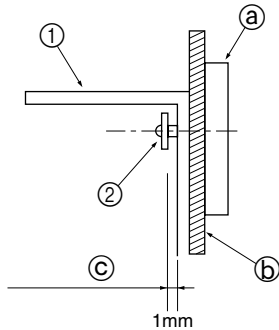

Fig. 3-4
- Πρώτα τοποθετήστε το λαμάκι στον τοίχο και στη συνέχεια σφίξτε τη βίδα έτσι ώστε το λαμάκι να μπορεί να μετακινηθεί επάνω και κάτω. (Fig. 3-4)
- ① Γωνιακό λαμάκι στήριξης
- ② Λαμαρινόβιδα
- ③ Διάζωμα
- ④ Υλικό επιφάνειας του τοίχου
- ⑤ Διάκενο περίπου 1 χλστ.